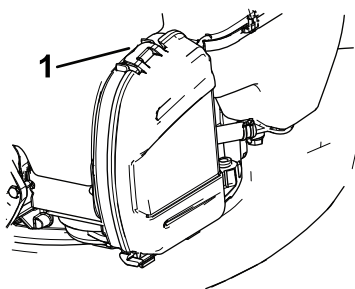

Figure 18
2. Appuyez sur la languette de verrouillage en haut du couvercle du filtre à air (Figure 18).